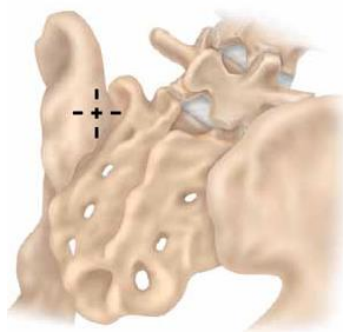

Figura 1.
- Opción 1: la disección lateral se realiza por debajo de la fascia espinal para llegar a la cara medial del ala ilíaca en su cara muy distal. Se identifica la espina ilíaca posterior superior (PSIS), con el punto de partida para la colocación del tornillo ubicado 1 cm por debajo del PSIS y 1 cm proximal al borde distal del PSIS (Figura 1).